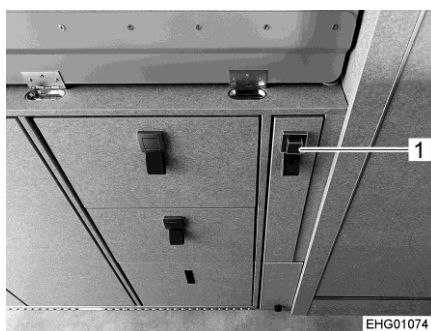

Bild 59 Aufstiegshilfe, verstaut
- Druckknopf (Bild 59,1) drücken.